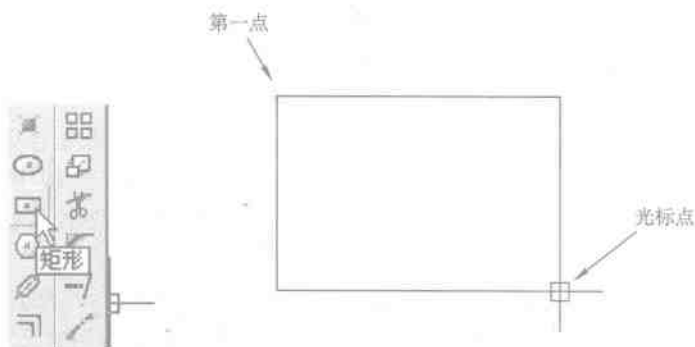

图 1-2 使用矩形工具绘制矩形
(2) 单击屏幕左侧工具栏上的按钮,再在屏幕上任意一点单击鼠标左键,然后向右下方拖动鼠标点,如图 1-2 所示。